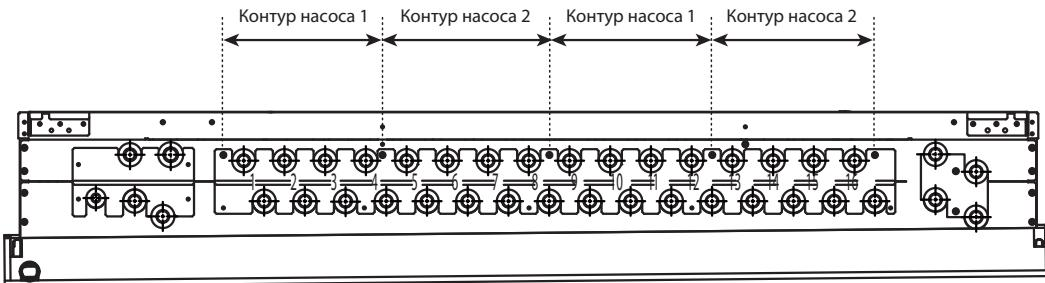

Рис. 6-2-1B
- При подсоединении объединителей к портам НВС-контроллера, разветвленная сторона объединителя не может быть соединена с комбинациями портов «4 и 5», «8 и 9» или «12 и 13». (См. Рис. 6-2-1B)
Убедитесь, что суммарная производительность внутренних блоков подсоединяемых к портам «с 1 по 4 и с 9 по 12» или «с 5 по 8 и с 13 по 16» не превышает P175. (См. Рис. 6-2-1B)